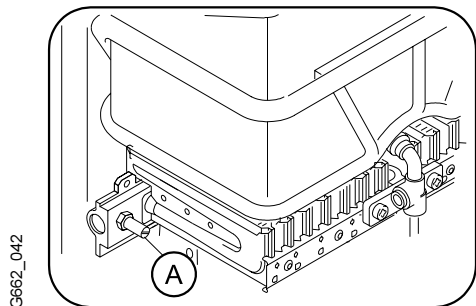

Fig. 5
- Regolare il massimo del gas con un metodo adeguato, vedere dati tecnici (punto 1.7): in linea di massima si può utilizzare il metodo della pressione al bruciatore, come indicato in fig. 5, 6 e 7, oppure quello della pressione agli ugelli. In entrambi i casi è necessario un manometro con scala tarata in mbar oppure in mm (H₂O).
- Allentare le viti della presa di pressione (A) del bruciatore (fig. 5) e collegare il tubo flessibile del manometro.